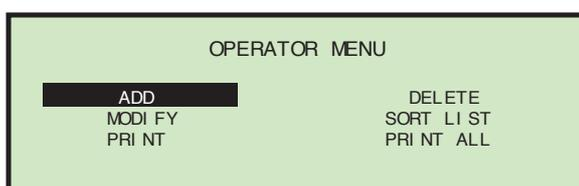

ABBILDUNG 54: Bildschirm Bedienermenü
- Wählen Sie auf dem Bildschirm **OPERATOR MENU (BEDIENERMENÜ)** (Abbildung 54) **ADD (HINZUFÜGEN)** aus. Es erscheint der Bildschirm **RENAME OPERATOR (BEDIENER UMBENENNEN)**.
- 1 Wählen Sie auf dem Bildschirm **OPERATOR MENU (BEDIENERMENÜ)** (Abbildung 54) **MODIFY (ÄNDERN)** aus. Es erscheint der Bildschirm **SELECT OPERATOR (BEDIENER AUSWÄHLEN)**.
- 1 Wählen Sie auf dem Bildschirm **OPERATOR MENU (BEDIENERMENÜ)** (Abbildung 54) **SORT LIST (LISTE SORTIEREN)** aus.